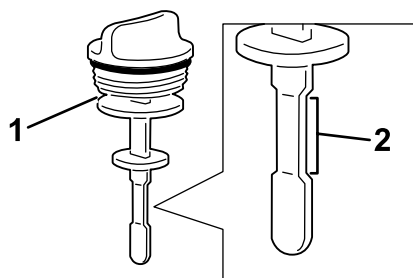

Figure 95
- Ressortez la jauge et vérifiez le niveau de liquide (Figure 95).